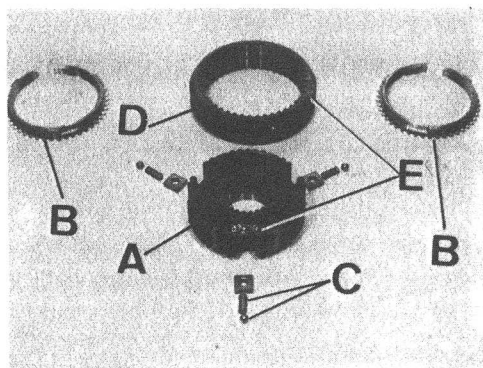

Fig. C1-124 Conjunto sincronizador 3a y 4a V.
- 1.9. Hacer una marca de coincidencia en el cuerpo interior y exterior del conjunto sincronizador de 3a y 4a velocidad, con el fin de no perder el apareamiento que existe entre ambos cuerpos, ya que de no hacerlo, habría que localizar el punto de mejor deslizamiento a la hora del montaje (Fig. C1-124).
- 1.10. Desarmar el conjunto sincronizador de 3a y 4a velocidad, empujando hacia abajo el cuerpo interior, A (Fig. C1-124) del sincronizado por medio de un cono, B, de sincronización, quedando así libres la bola y resortes, C, de la presión que ejercerán sobre el cuerpo exterior, D, del sincronizado.